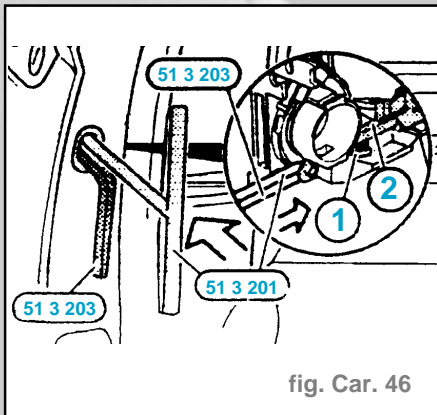

fig. Car. 46
- Introduire l'outil spécial 51 3 201 dans l'orifice de la plaque de verrouillage (2) et pousser cette dernière vers l'avant après s'être assuré que l'attache (1) est bien au-dessus de l'ergot (fig. Car. 46)